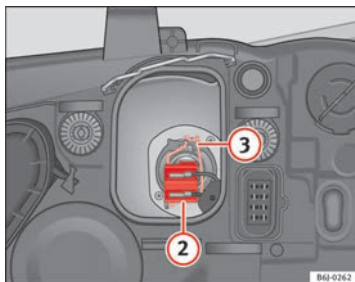

Fig. 166 Anabbaglianti
- Estrarre il connettore ⇒ fig. 166 ② della lampada.
- Sganciare la molla di ritegno ⇒ fig. 166 ③ premendo verso l'interno e a destra.